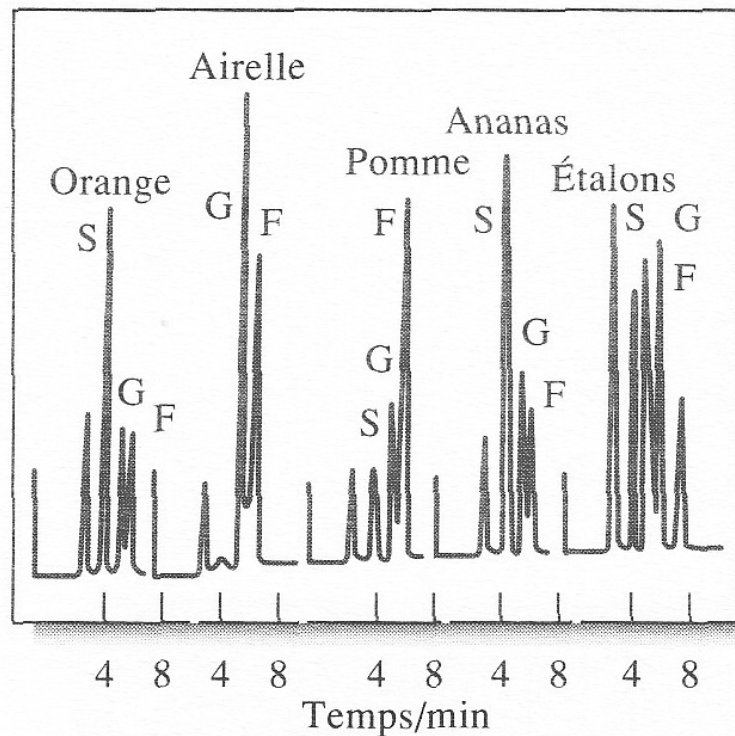

Figure 14
■ Dans le cas de la fig. 14, on a utilisé un support hydrophile qui exclut les masses molaires > 1000 Da. Dans le 2nd cas, on utilise un support hydrophobe, avec le THF comme éluant. L'échantillon est une résine époxy commerciale dont le monomère a une masse molaire de 280 Da (n étant le nombre d'unités monomérique).
- Les méthodes de chromatographie planaire comprennent la **CCM**, la chromatographie **sur papier (CP)** et l'**électrochromatographie**.